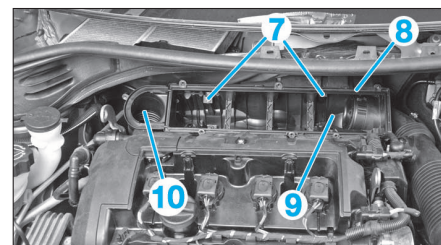

FIG. 34
- la vis de fixation du raccord (3)
- le raccord (2)
- les vis de fixation du couvercle de filtre à air (6), (4).
- le couvercle du filtre à air (5).
- les vis (7) (Fig.34),
- le support (8),
- la cuve de filtre à air (9),
- le raccord d'entrée d'air (10).